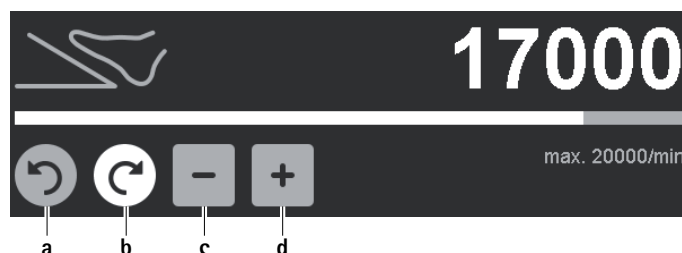

Fig. 6 Alterar o limite superior da gama de rotações/sentido da rotação
- Alterar o sentido de rotação: Premir seletor do sentido da rotação para a direita/para a esquerda, inativo, cinzento **a/b**, ver Fig. 6. O sentido da rotação é alterado de rotação para a direita para rotação para a esquerda e vice-versa.